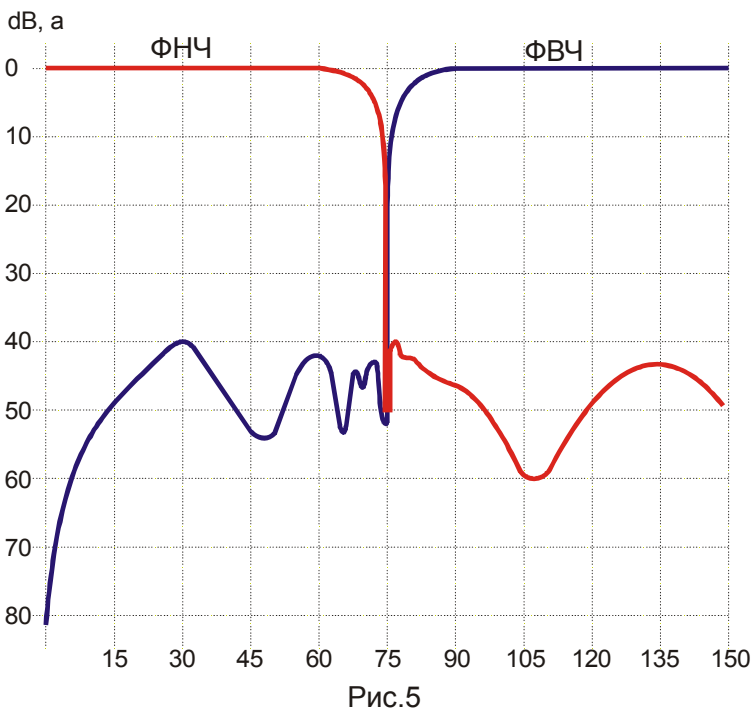
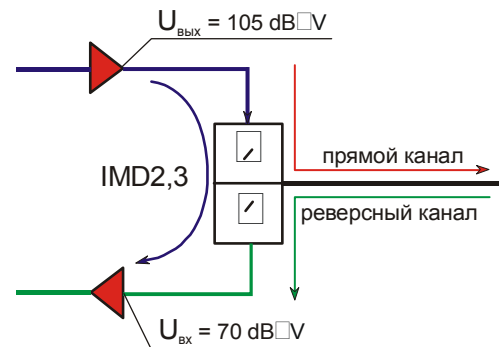

Рис.5
Рис.4
**Диплексерная развязка (Decoupling between Forward/Return channel)** редко приводится в паспортных параметрах на усилители. Тем не менее, этот параметр (см. рис.4) является важным при внедрении услуг интерактивного сервиса. Не вдаваясь в технические особенности констатируем, что величина диплексерной развязки должна составлять не менее 35-45 dB при внедрении услуг интерактивного сервиса. Для иллюстрации на рис.5. представлены АЧХ частотных диплексов, входящих в состав усилителей серии HV компании Polytron.